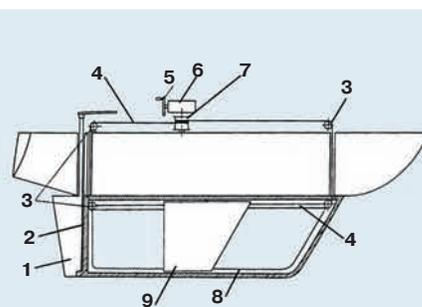

Рис. 1. Скользящий киль.
Принципиальная схема устройства приведена на рис. 1. Киль 9 скользит в направляющих 8; его перемещение осуществляется, например, при помощи тросов 4, проходящих через блоки 3, барабан привода 7, самотормозящий редуктор 6, вращаемый за рукоятку 5.
- 1×19 — трос, свитый из 19 одинаковых проволок (рис. 1а);
- 1×19 Диформ — трос, свитый из 19 проволок. Из них девять наружных и центральная осевая проволоки имеют увеличенное сечение, а наружные проволоки еще и профилированы — «сплющены» (рис. 1б);